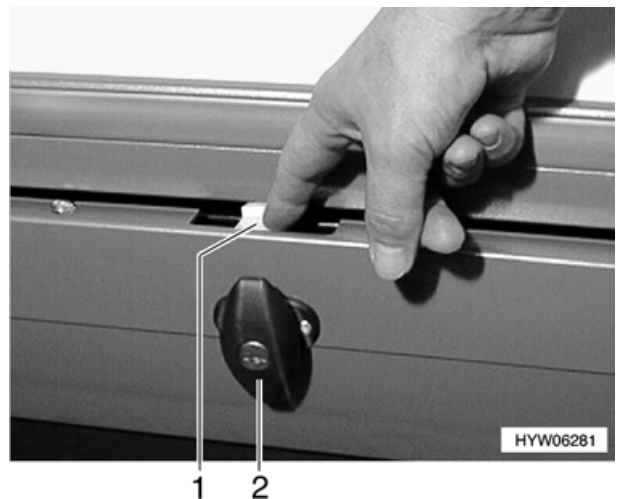

Bild 24 Sicherung am Unterflur-Schubkasten
- Klappenschloss (Bild 24,2) wie oben beschrieben öffnen.
- Sicherung (Bild 24,1) herunterdrücken, gedrückt halten und Unterflur-Schubkasten herausziehen.